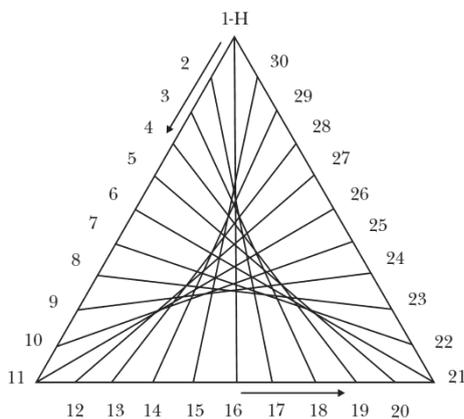

Рис. 2.31. Схема прошивания треугольника
3. Пронумеруйте точки разметки от вершины против часовой стрелки (рис. 2.31).